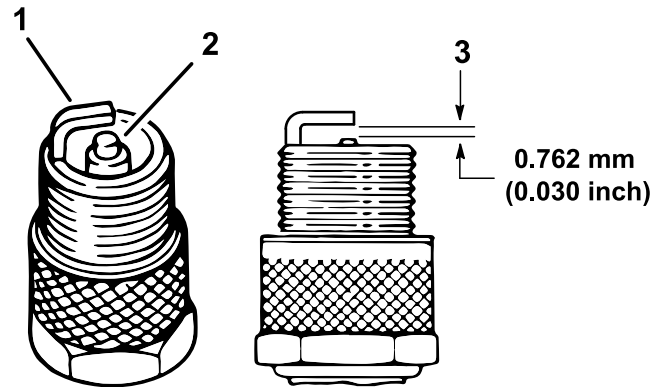

Figura 26
1. Mire la parte central de las bujías (Figura 26).
3. Compruebe la separación entre los electrodos central y lateral (Figura 26).
Nota: Si la distancia no es correcta, doble el electrodo lateral (Figura 26).
3. Instale el cable de la bujía (Figura 26).